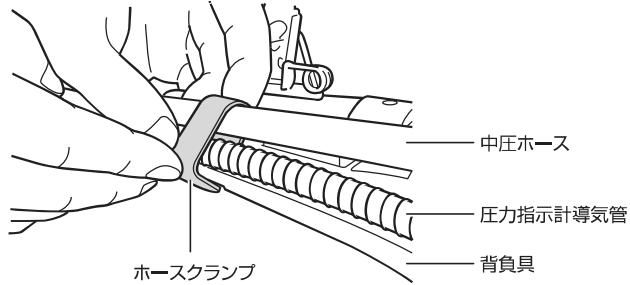

図 85 ホースクランプで挟む
- 4.** 中圧ホースと圧力指示計導気管を、49 ページの「13-1. 背負具（ハーネス）から調整器を取り外す」で外したホースクランプ（2箇所）にはさんで背負具につける。（図 85 参照）